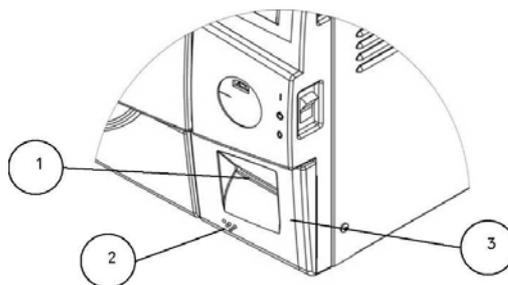

Рис. 2
1. Откройте дверцу крышки принтера, потянув ее вниз слева (смотрите Рис. 2)
2. Откройте дверцу крышки принтера (3) потянув ее за левый нижний угол (2)
8. Закройте дверцу крышки принтера (3) нажатием в углу (2) с верхним концом бумаги, выходящим из гнезда (1). См. рис. 2